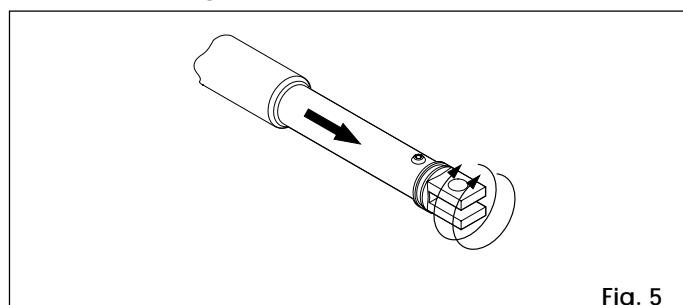

Fig. 5
- 4) Saque completamente el vástago, hasta el tope (fig. 5).
- 6) Déle dos vueltas hacia la derecha al vástago del operador (fig. 5).